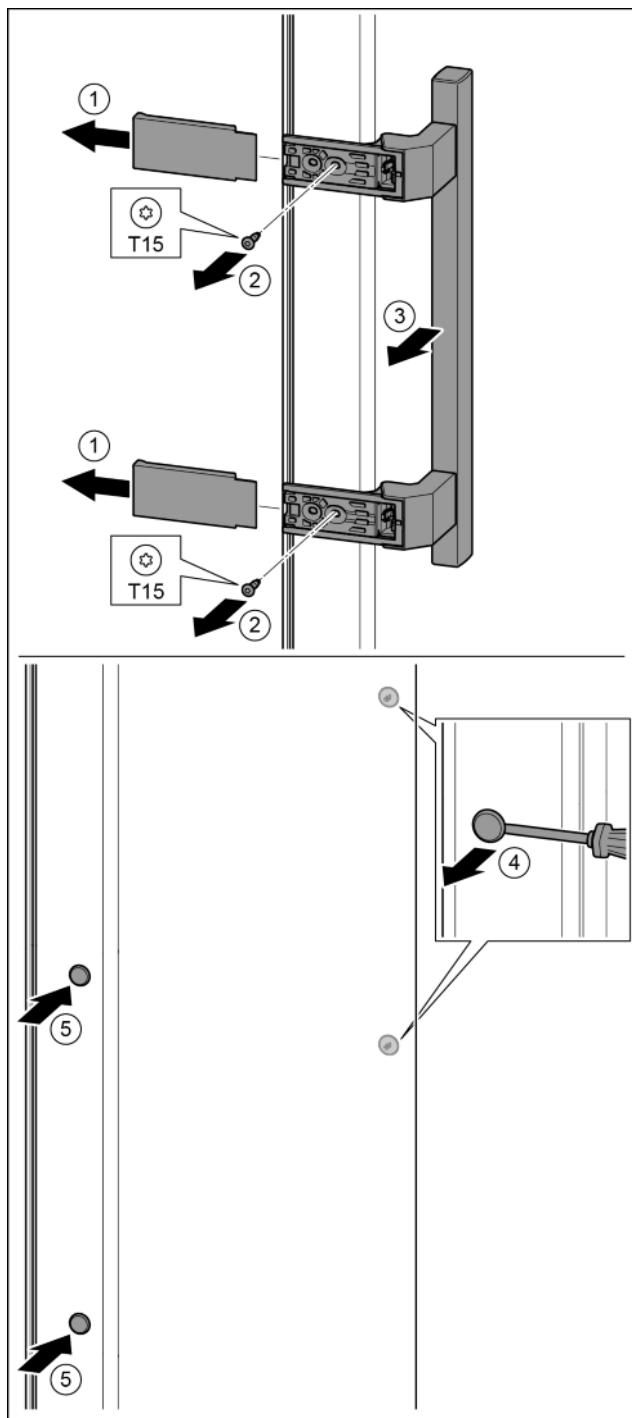

Fig. 15
- Зніміть кришку. Fig. 15 (1)
- Викрутіть гвинти за допомогою викрутки T15. Fig. 15 (2)
- Зніміть ручку. Fig. 15 (3)
- За допомогою шліцевої викрутки обережно підійміть бокову пробку та витягніть її. Fig. 15 (4)
- Знову вставте пробку з іншого боку. Fig. 15 (5)